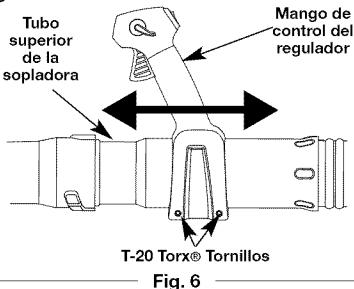

Fig. 6
- Mueva el mango de control del regulador a un lugar en el tubo superior de la sopladora que le quede cómodo a usted (Fig. 6).
- Utilizando un destornillador Torx® T-20, apriete los dos tornillos que están en la parte inferior del mango de control del regulador (Fig. 6).